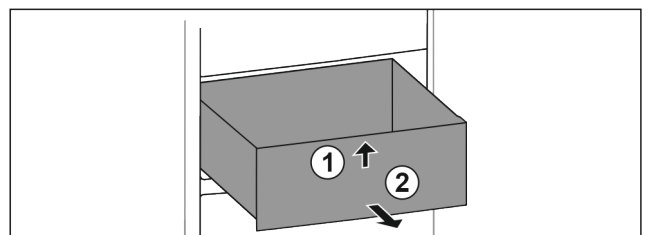

Fig. 71
- Sollevare il cassetto dal davanti. Fig. 71 (1)
- Rimuovere il cassetto tirandolo in avanti. Fig. 71 (2)